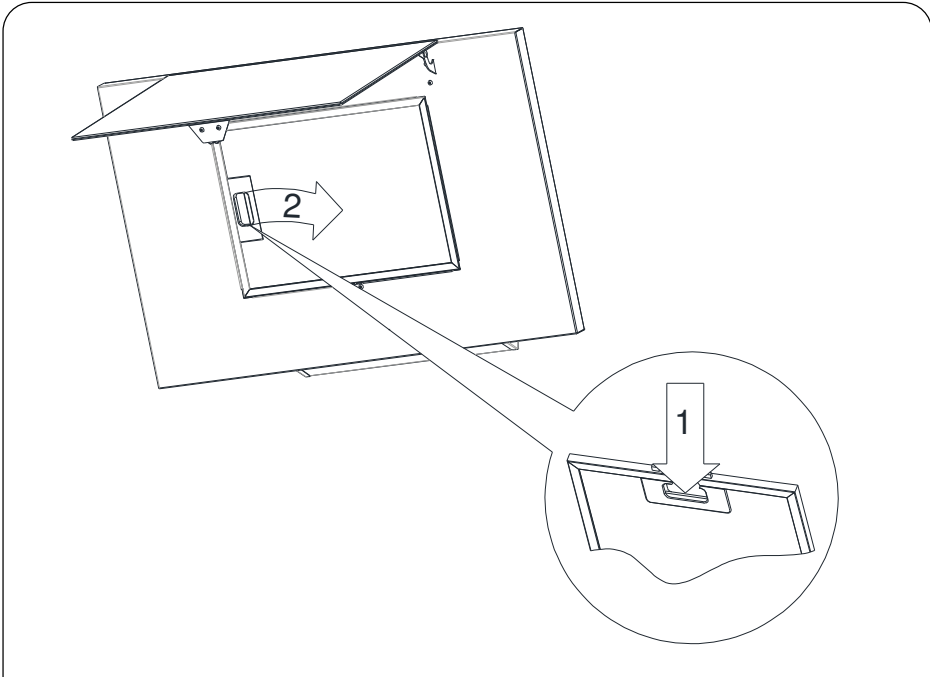

Abb. 6 Demontage des Aluminium-Fettfilters
3. Öffnen Sie die Haubenklappe und entfernen Sie den Fettfilter (Abb. 6).
Die Dunstabzugshaube ist mit einem Aluminiumfilter ausgestattet, der Fettpartikel beim Kochen auffängt. Der Filter lässt sich entfernen, indem die Verriegelungen in die durch die Pfeile angegebene Richtung geschoben werden (Abb. 6). Der Filter sollte manuell gereinigt werden, indem er bei einer Temperatur von 40-50° C 15 Minuten lang in Wasser mit Spülmittel getaucht wird. Beginnen Sie nach 15 Minuten mit der Reinigung und spülen Sie den Filter anschließend gründlich aus. Der Filter muss trocken sein, bevor er wieder in die Haube eingesetzt wird. Der Filter kann auch in der Spülmaschine gereinigt werden. Der Filter kann sich beim Waschen verfärben, was dessen Filtereigenschaften jedoch nicht beeinträchtigt. Ein nicht regelmäßig gereinigter Filter vermindert die Leistungsfähigkeit der Abzugshaube und kann einen Brand verursachen. Der Filter sollte mindestens alle 35 Betriebsstunden der Abzugshaube gereinigt werden.